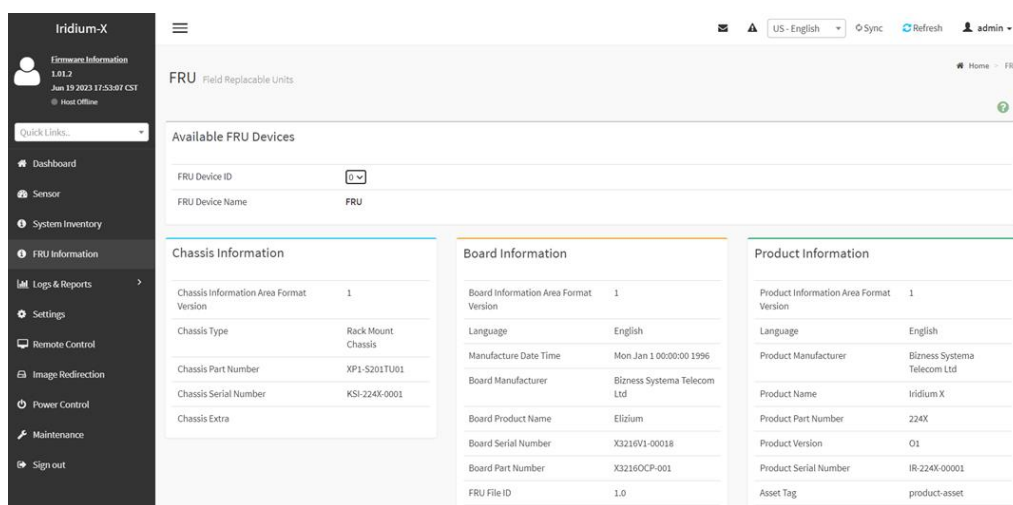

Рисунок 41 - Раздел «*FRU Information*»
3) Раздел «*FRU Information*» содержит информацию о платформе, плате, серийном номере (см. Рисунок 41).